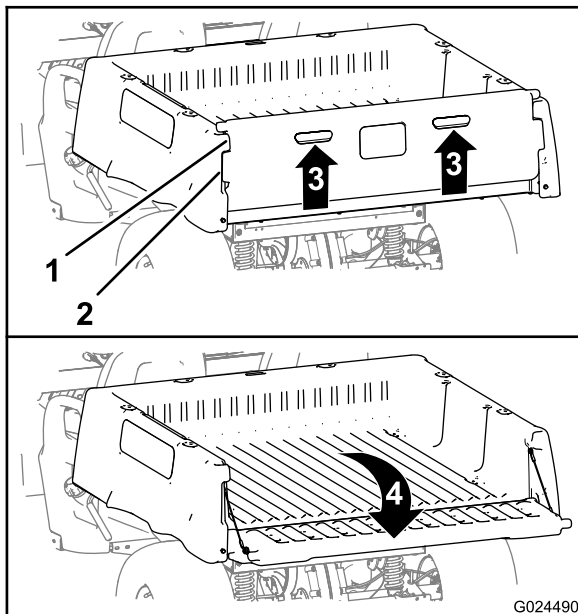

Bild 11
2. Heben Sie den Fingerzug an, der die Rückplatte an der Heckklappe zurückzieht (Bild 11).
3. Fluchten Sie die Riegelflansche an der Heckklappe mit den Öffnungen zwischen den Heckklappenflanschen an der Staubox aus (Bild 11).
4. Drehen Sie die Heckklappe nach hinten und unten (Bild 11).
6. Drehen Sie die Heckklappe nach oben und vorne, bis die Riegelflansche an der Heckklappe mit den Heckklappenvertiefungen an der Staubox bündig sind (Bild 11).
7. Senken Sie die Heckklappe ab, bis sie im Heck der Staubox sitzt (Bild 11).